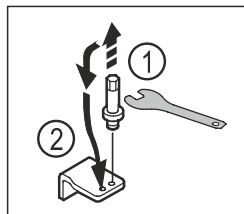

Fig. 22
- ▶ Odšroubujte šroub spodního stojanu ložiska pomocí imbusového klíče SW5. Fig. 22 (1)
- ▶ Zasuňte čep na opačné straně. Fig. 22 (2)